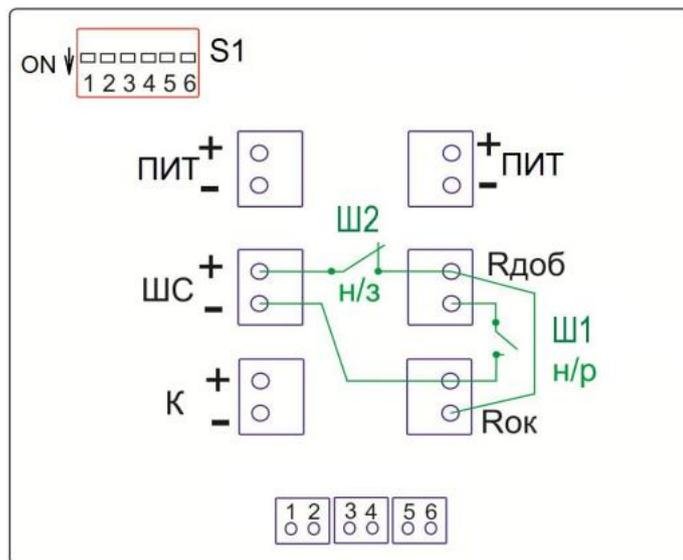

Рис.5 Схема соединения реле «Пожар» и «Неисправность» с контактами зажимов платы коммутации приемника
При подключении ППКП к извещателю по шестипроводному шлейфу - по шлейфу ШС1 к реле «Пожар» и по шлейфу ШС2 к реле «Неисправность», или при подключении по одному шлейфу только к реле «Пожар» следует пользоваться схемой соединения, приведенной на рис.5.
- свечение единичного индикатора красного цвета «1» (см. рисунок 5) свидетельствует об отсутствии сигнала;